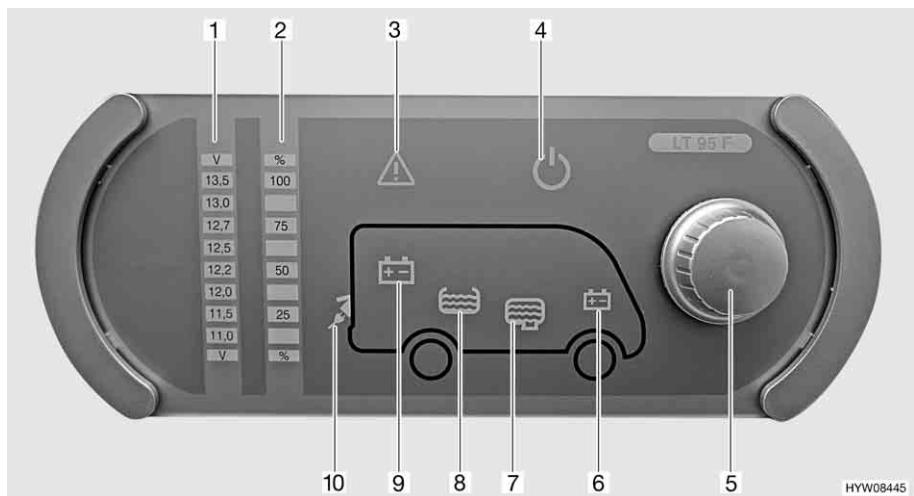

Fig. 112 Pannello di controllo (LT 95)
Il pulsante a rotazione (Fig. 112,5) inserisce o disinserisce il pannello di controllo e l'alimentazione a 12 V dell'abitacolo.
- Premere il pulsante a rotazione (Fig. 112,5): L'alimentazione a 12 V dell'abitacolo è inserita. La spia di controllo a 12 V (Fig. 112,4) diventa verde.
- Premere il pulsante a rotazione (Fig. 112,5): L'alimentazione a 12 V dell'abitacolo è disinserita. La spia di controllo a 12 V (Fig. 112,4) si spegne.
Mediante il pulsante a rotazione (Fig. 112,5) si possono interrogare sia la tensione della batteria dell'abitacolo che la tensione della batteria di avviamento. La tensione viene visualizzata sulla scala indicatore per la tensione della batteria (Fig. 112,1).
- Ruotare il pulsante a rotazione (Fig. 112,5), finché si accende il simbolo della batteria della quale deve essere interrogata la tensione.
Viene indicata la tensione della batteria dell'abitacolo (Fig. 112,9)
Viene indicata la tensione della batteria di avviamento (Fig. 112,6)
- Leggere la tensione sulla scala indicatore della tensione della batteria (Fig. 112,1).
Mediante il pulsante a rotazione (Fig. 112,5) si possono interrogare sia il livello del serbatoio dell'acqua che il livello del serbatoio delle acque grigie. Il livello viene visualizzato sulla scala indicatore livello dei serbatoi (Fig. 112,2).
- Indicazione:* ■ Ruotare il pulsante a rotazione (Fig. 112,5), finché si accende il simbolo del serbatoio del quale deve essere interrogato il livello.
Viene indicato il livello del serbatoio dell'acqua (Fig. 112,8)
Viene indicato il livello del serbatoio delle acque grigie (Fig. 112,7)
- Leggere il livello sulla scala indicatore del livello serbatoio (Fig. 112,2).
La spia luminosa Alarm (Fig. 112,3) lampeggia non appena i valori limite fissati vengono superati per eccesso o per difetto.
- Allarme batteria** La spia luminosa Alarm (Fig. 112,3) lampeggia non appena la tensione della batteria scende al di sotto di 11 V. Se l'alimentazione a 12 V è accesa, si accende anche il relativo simbolo della batteria (Fig. 112,6 o 9), e l'indicatore "11,0" sulla scala indicatore della tensione della batteria (Fig. 112,1) lampeggia. Rischio di uno scaricamento totale della batteria.
- Allarme serbatoio** La spia luminosa Alarm (Fig. 112,3) lampeggia ed il relativo simbolo del serbatoio (Fig. 112,7 o 8) si accende non appena il serbatoio dell'acqua è vuoto o il serbatoio delle acque grigie è pieno.
La spia di controllo a 230 V (Fig. 112,10) si accende quando all'ingresso della centralina elettrica è presente una tensione di rete.